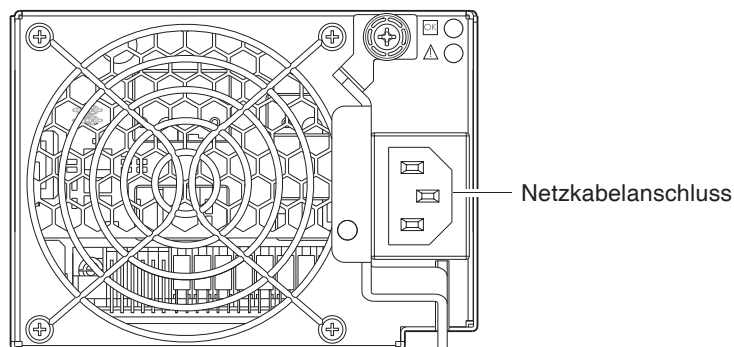

Abbildung 11 AC PSU
2. Verbinden Sie das Netzkabel mit dem Netzanschluss auf der Rückseite des Drive Enclosures (siehe Abbildung 11). Verbinden Sie das andere Ende des Netzkabels mit der Stromquelle des Racks. Warten Sie einige Sekunden, bis die Datenträger hochgefahren sind. Wiederholen Sie diese Schritte für jede PSU in jedem Drive Enclosure.
3. Verbinden Sie das Netzkabel mit dem Netzanschluss auf der Rückseite des Controller Enclosures (siehe Abbildung 11). Verbinden Sie das andere Ende des Netzkabels mit der Stromquelle des Racks. Wiederholen Sie diese Schritte für die andere PSU des Controller Enclosures.